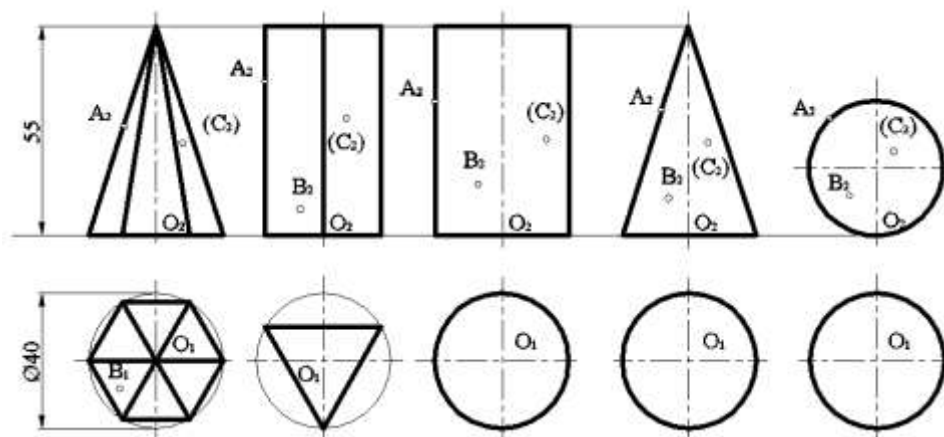

Рисунок 15 - Проекция геометрических тел
2. Проанализируйте положение каждого тела по отношению плоскостей проекций и друг друга, см. рис.15;